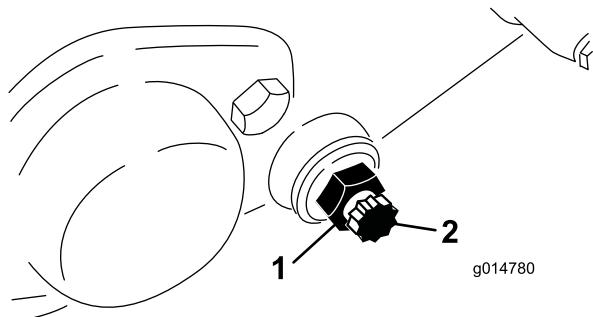

図 55
- ベッドバー bolt (図 55) を固定しているジャムナット(機体両側)をゆるめる。
- 各ベッドバー bolt を抜いてベッドバーを下に引き抜いて外す。ベッドバーの両端にナイロンワッシャとスチールワッシャが2枚ずつあるので注意する(図 55)。